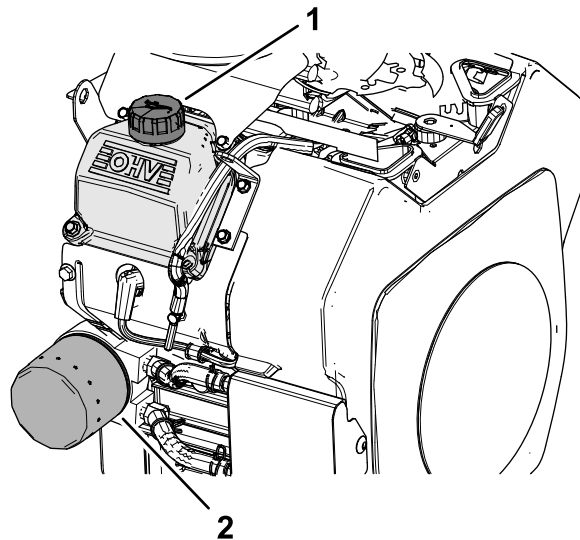

図 33
2. オイルフィルタを外し、フィルタのアダプタガスケットの表面をきれいに拭く 図 33。
- 新しいフィルタのガスケットにオイルを薄く塗る 図 33。
- オイル補給キャップ 図 33 を取り、所定のオイル 2 リットルを入れる エンジンオイルの仕様 \(ページ 26\) と エンジンオイルの交換 \(ページ 27\) を参照。